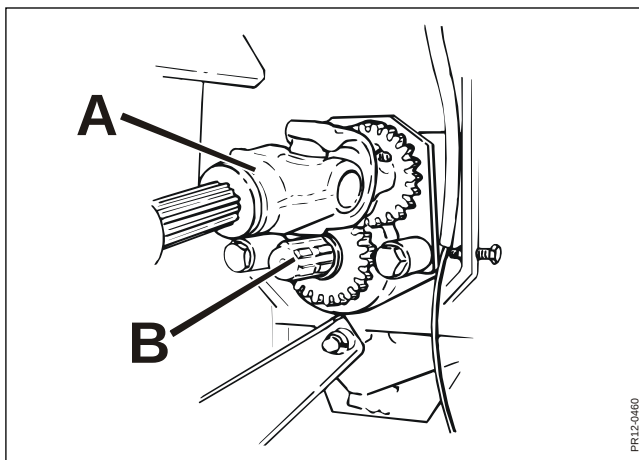

Fig. 6-9
- Fig. 6-9** 2) Flyt KO-akslen **A** fra rotoren til den alternative tap i **pos. 1**, hvor tandhjulene
- Fig. 6-9** 4) Efter endt reversering frakobles traktorens kraftudtag igen, traktoren standses, og KO-akslen **A** flyttes tilbage til tappen **B** for drev af rotoren.